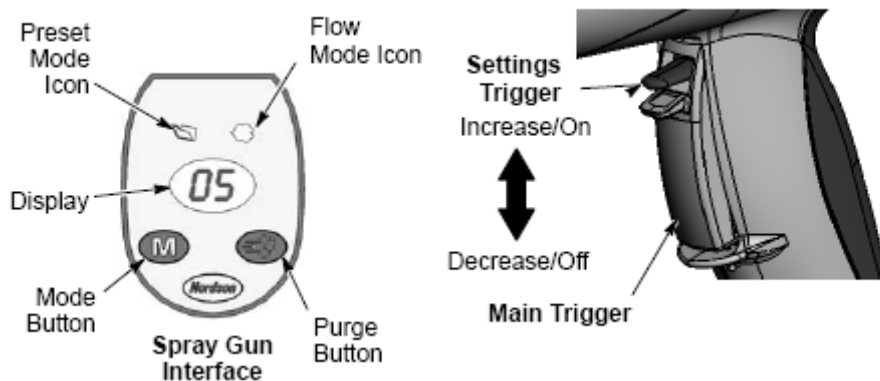

图 3-2 喷枪控制
1. 如图 3-2 所示。释放主扳机。 触发喷枪时无法更改预设值。
1. 如图 3-2 所示。按下**模式**按钮，直到**流量模式**图标亮起。
1. 如图 3-2 所示。将喷枪对准喷粉室，释放主扳机。